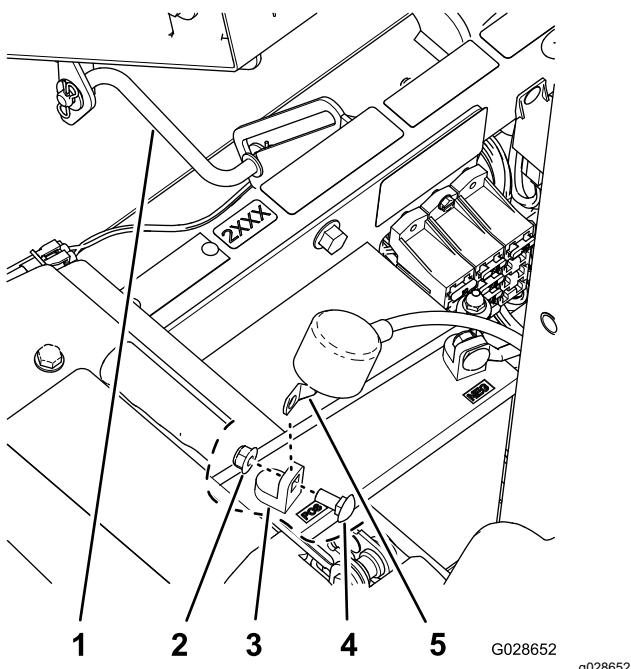

Bild 28
1. Kippen Sie den Fahrersitz nach vorn, und sichern Sie ihn mit der Stange (Bild 28).
2. Entfernen Sie die Sicherungsbundmutter, die Schlossschraube und das Pluskabel von der Batterie (Bild 28).
3. Schließen Sie das Pluskabel an die Batterie an (Bild 28).
4. Senken Sie den Fahrersitz ab (Bild 28).